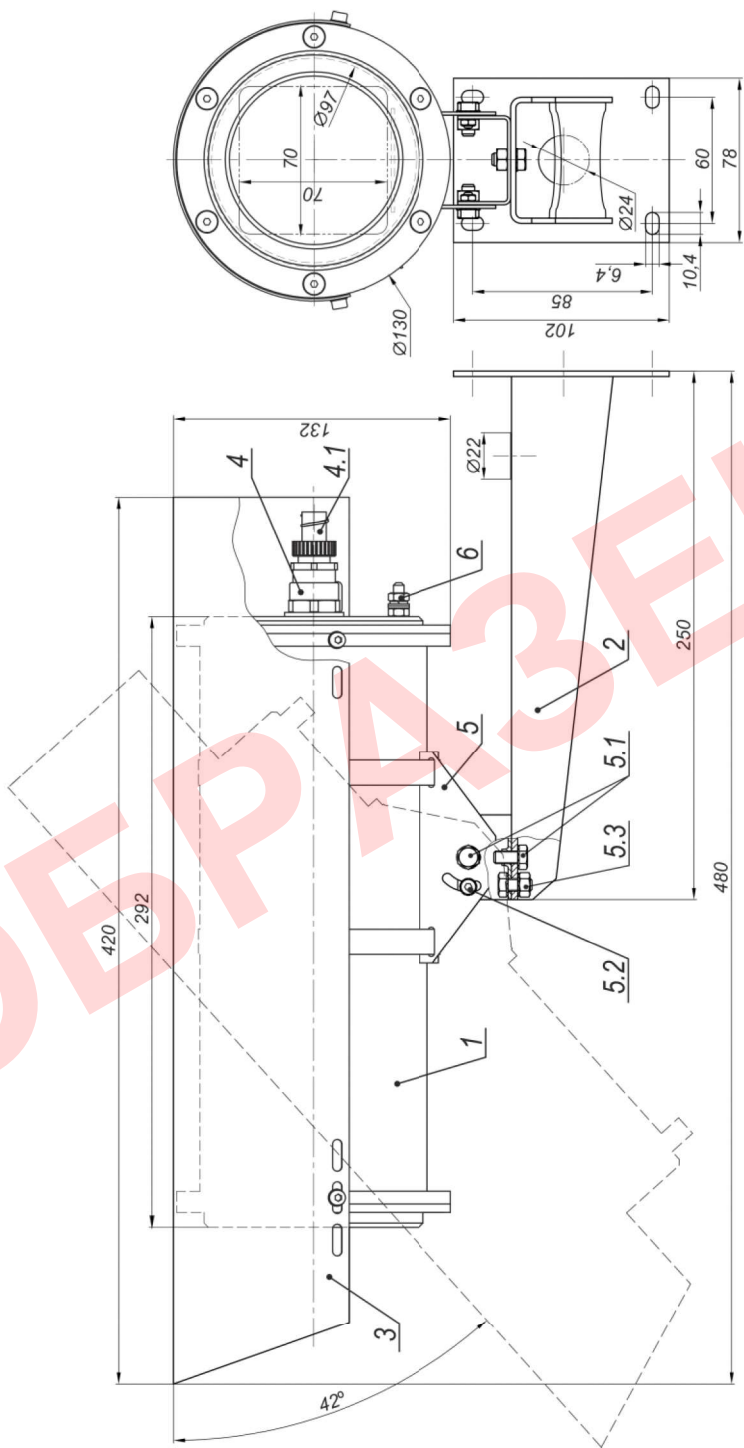

Рисунок 1 – Состав, габаритные и установочные размеры
В состав изделия входят (см. рисунок 1):
7. Установить кронштейн 2 (рисунок 1) на штатное место, закрепить на нём видеокамеру 1.
8. Заземлить термокожух с помощью клеммы заземления 6 (рисунок 1).
9. Ослабив болты и винты фиксации шарнира 5.1, 5.2, 5.3 (рисунок 1), установить видеокамеру на нужное направление обзора, после чего надежно зафиксировать шарнир, затянув болты и винты.